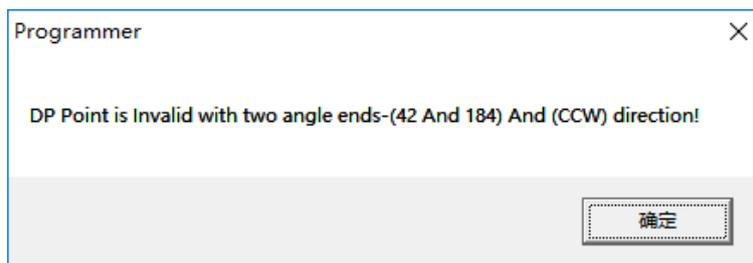

图 6.1.7 编程参数异常
- 8、确认好编程参数后可点击 Linear Graph 按钮查看该设置的参数值是否合理, 若有参数设置异常, 则会提示类似于下图 6.1.7 中所示的警告, 根据图中信息确认 DP 点是否设置正确, 或是 clockwise 是否需要勾选。